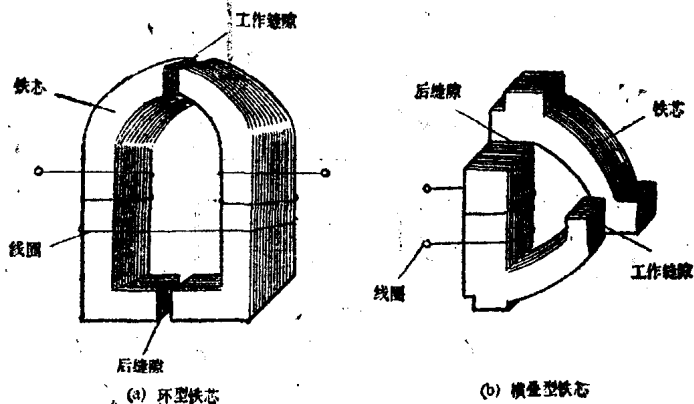

图2-2 录放磁头结构
1. 磁头：录放磁头一般由带缝隙的铁芯、绕在铁芯上的线圈以及防止电场和磁场干扰用的屏蔽罩组成，如图 2-2